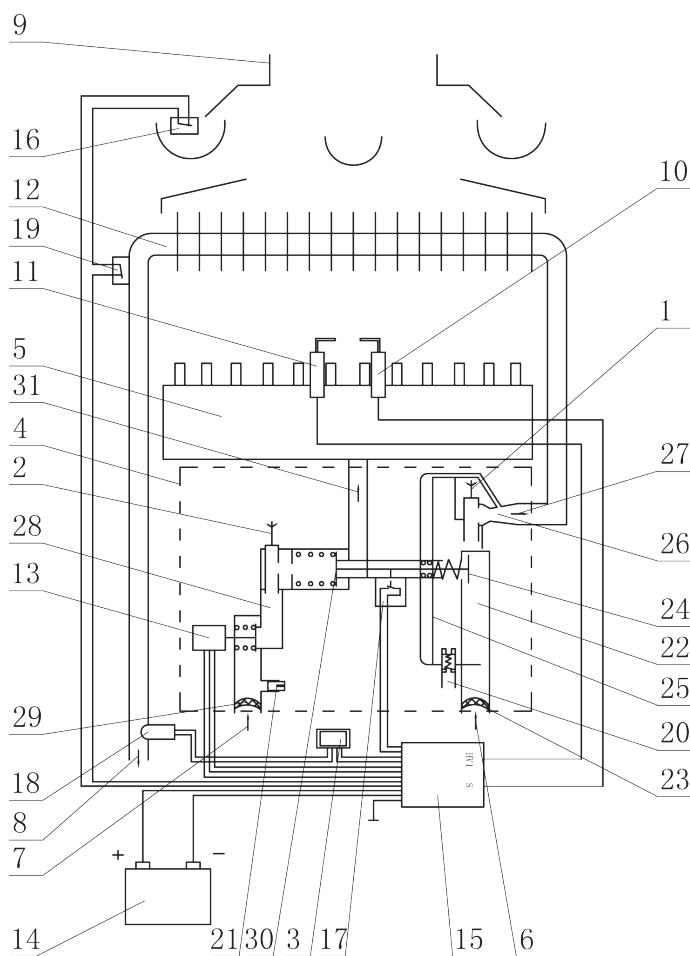

Рисунок 3. Функциональная схема аппарата
2.7.1 Функциональная схема аппарата совмещенная с электрической схемой приведена на рис. 3.